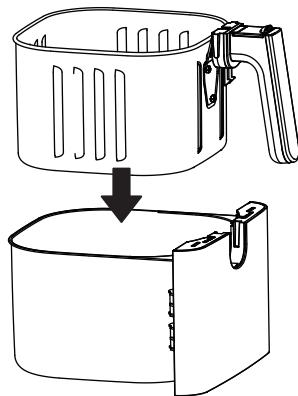

Abb. 3
2. Stellen Sie den Frittiertopf hin und setzen Sie dann den Frittierkorb hinein, bis er einrastet (Abb. 3). Schieben Sie dann die gesamte Einheit in das Gerät (Abb. 4).